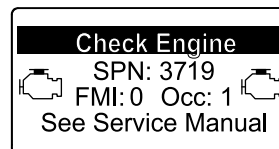

Figure 52
- Si une régénération d'urgence est nécessaire, l'InfoCenter affiche l'avertissement moteur SPN 3719, FMI 16 (Figure 52) et le calculateur moteur réduit la puissance du moteur à 85 %.